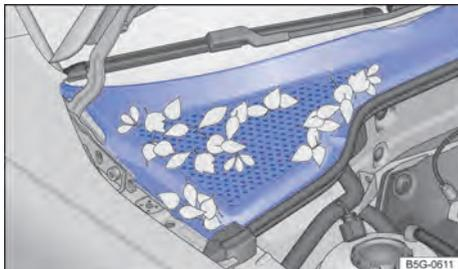

Fig. 201 Entre el compartimento del motor y el parrillero: caja de agua (representación esquemática).
- La caja de aguas está ubicada en el compartimento del motor, entre el parabrisas y el motor, y bajo una cubierta perforada → fig. 201. El aire ambiente es aspirado de la caja de aguas al interior del vehículo por medio del sistema de calefacción y ventilación o del aire acondicionado.